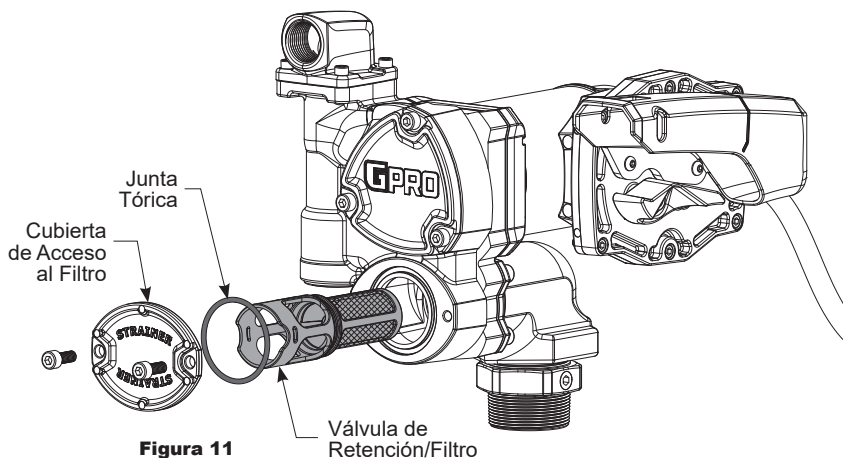

Figura 11
1. Apague la bomba y desconéctela de la corriente. Con una llave hexagonal de 6 mm, retire la cubierta de acceso al filtro, la junta tórica y el conjunto de filtro/válvula de retención e inspeccione en busca de daños u obstrucciones (vea Figura 11). Limpie el filtro con un cepillo de cerdas suaves y disolvente. Si el filtro está muy sucio, se puede usar aire comprimido. Si está dañado, reemplace el conjunto de filtro/válvula de retención.